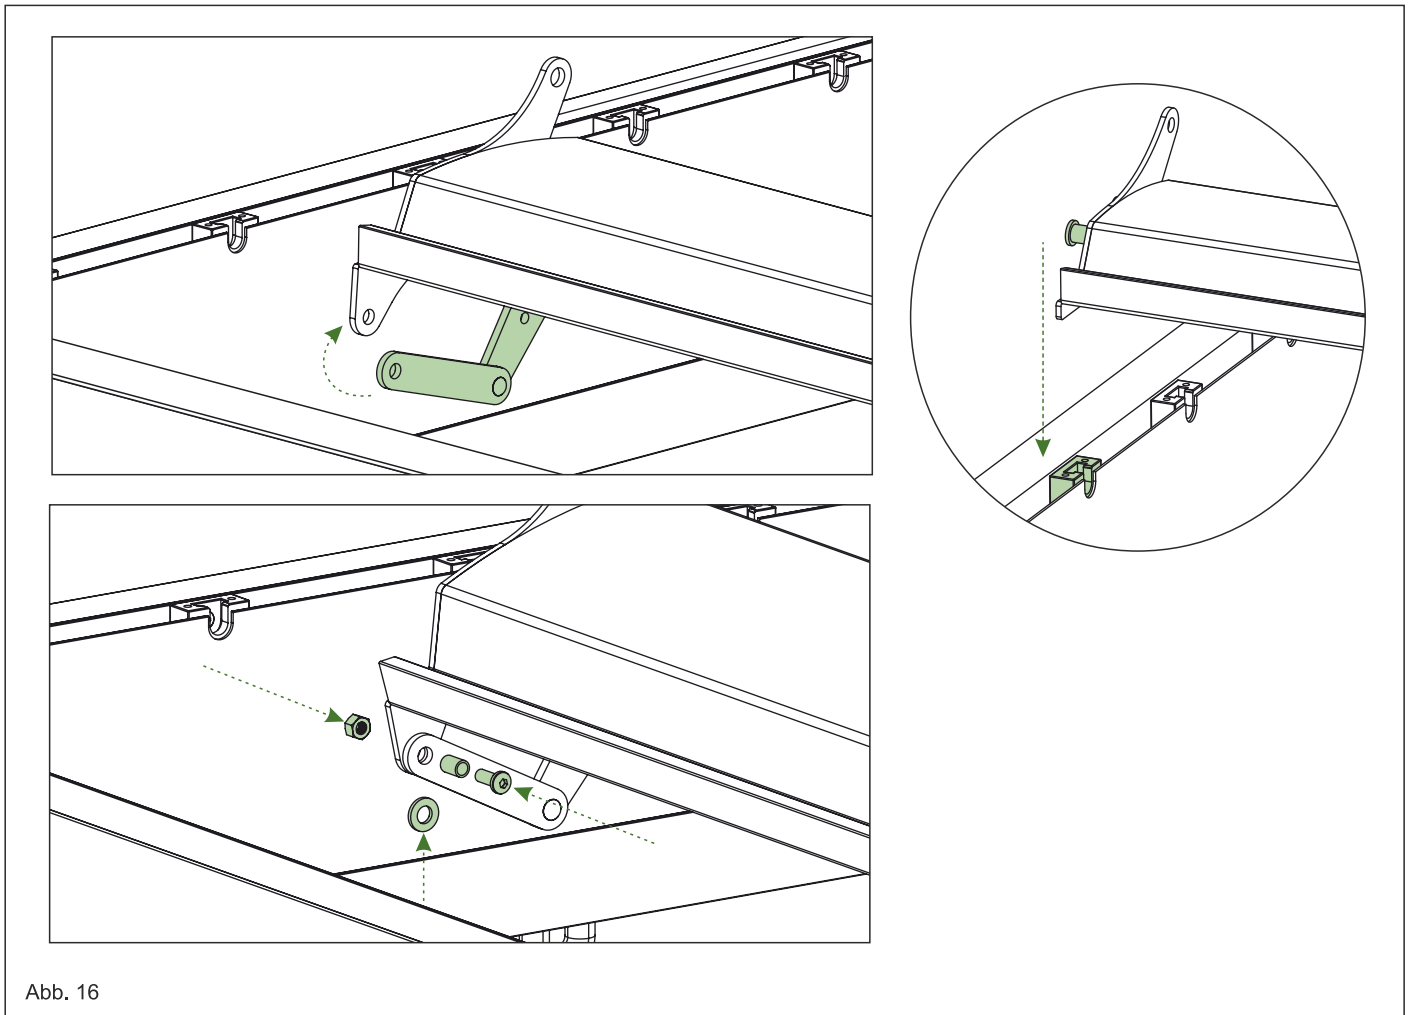

Abb. 16
6.4. Setzen Sie die Steuerunglamelle in den dafür vorbestimmten Kunststoffsockel ein. Schrauben Sie als nächste die Lamelle an das Verbindungsstück, verwenden Sie hierbei die M 6x16 Linsenkopfschraube, Unterlegscheibe, Edelstahlring und Sicherungsmutter, um die Handkurbel und die Lamelle zu verbinden. Siehe Abb.16.